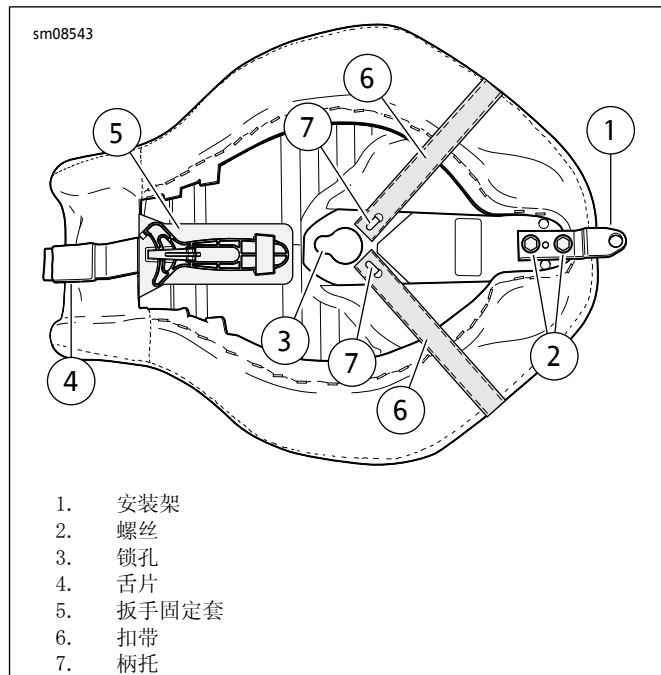

图3。支架、螺丝、锁孔、舌片和扣带
2. 对于在座椅盘中存放减震器调节扳手的车型：从OE座椅中拆下扳手。参见图3。将扳手安装至扳手固定套(5)中。
1. 参见图3。将扣带(6)安装至座椅底部。将扣带一侧挂在座椅下侧的柄托(7)上。将扣带绕过座椅。将另一侧挂在另一个柄托上。
1. 参见图3。将新座椅前部倾斜到位，使舌片（4）卡入燃油箱后部安装位置的槽中。